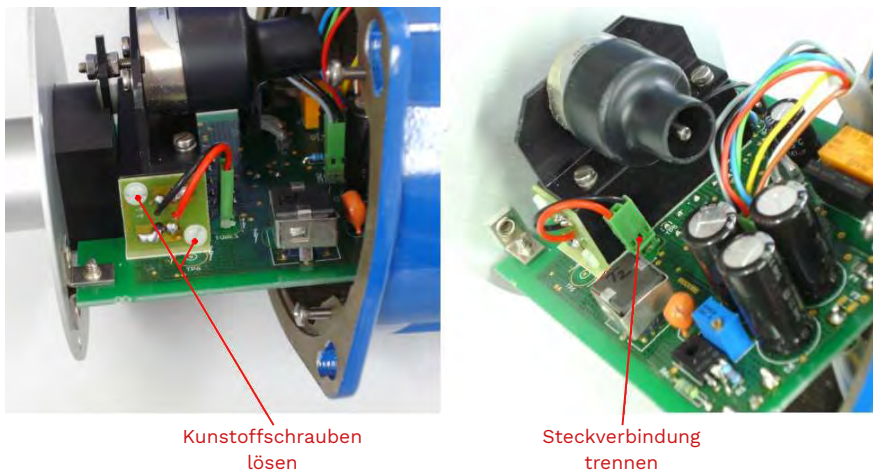

Abb. 1 - Position der Kunststoffschrauben und des Steckers
- Drei Kunststoffschrauben lösen und Steckverbindung abziehen (Bild 1)